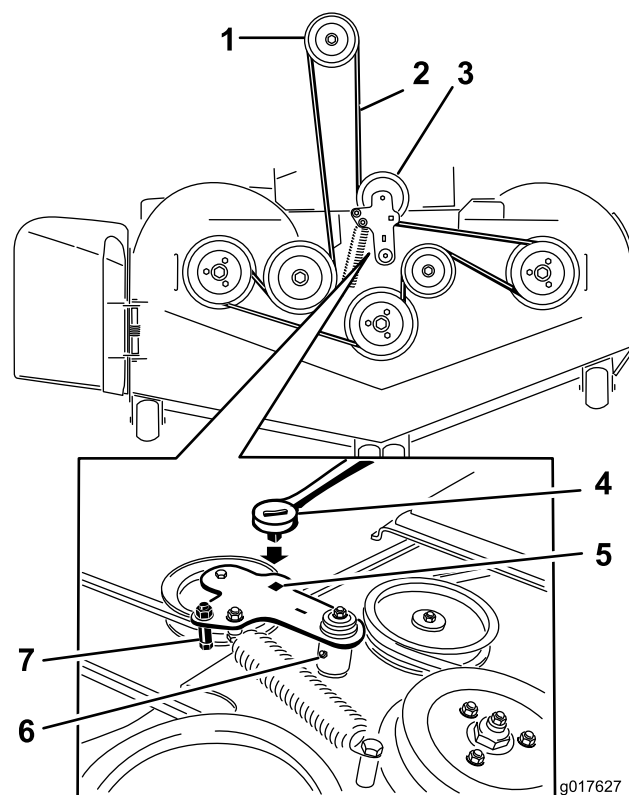

Figure 57
5. Insérez un rochet dans le trou carré du bras de la poulie de tension pour détendre le ressort de la poulie de tension (Figure 57).
7. Enlevez le guide de courroie situé sur le bras de renvoi rappelé par ressort (Figure 57).
9. Acheminez la courroie neuve autour des poulies du tablier de coupe et de la poulie d'embrayage, sous le moteur (Figure 57).
10. Montez le guide de courroie sur le bras de renvoi (Figure 57).
11. Insérez le rochet dans le trou carré et montez le ressort de la poulie de tension (Figure 57).